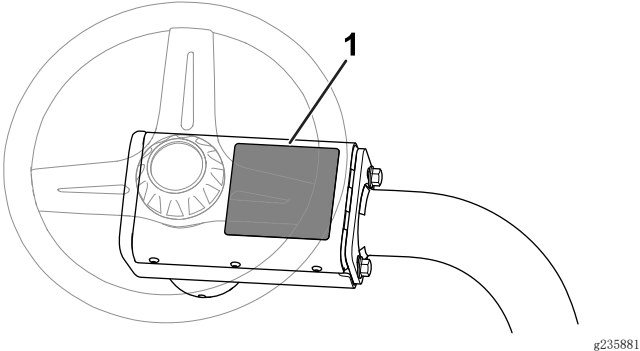

图 13
- 请把 CE 警告标贴（零件号为 136-8505）贴在现有警告标贴之上（零件号为 136-8506）；请参阅图 13。